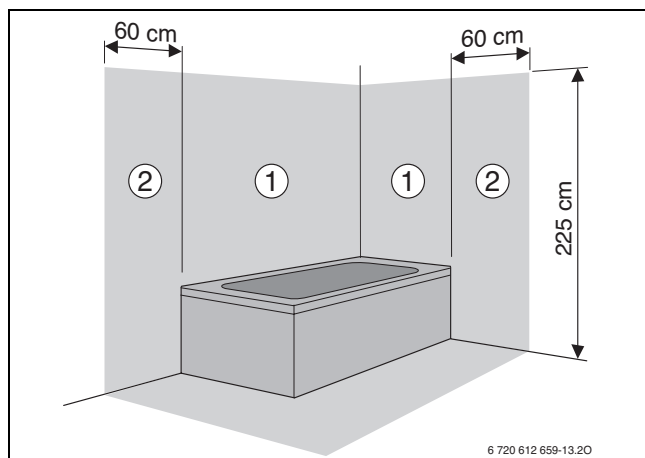

Fig. 33
- in zona di sicurezza 1 e 2 (→ fig. 33):